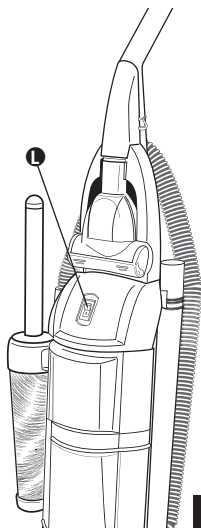

FIG. 7
**ON/OFF Switch** **L**. International symbol **I** means On, International symbol **O** means Off (FIG. 7).
**Interruptor de corriente** **L**. El símbolo internacional **I** significa prendido, el símbolo internacional **O** significa apagado (FIG. 7).